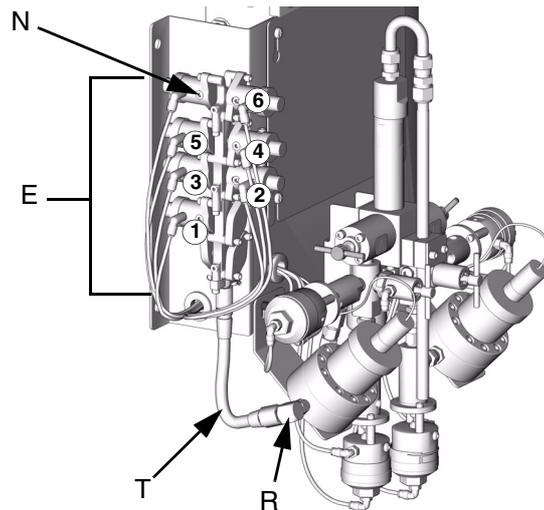

FIG. 7
1. Conecte también una línea de suministro de fluido a la válvula de cambio de color (N), marcada “DISOLVENTE CC”. FIG. 7.
2. Conecte las líneas de suministro del componente A a las entradas de la pila de válvulas de cambio de color (E). FIG. 7. El número del color está marcado en la línea de suministro de aire de la válvula.
3. Conecte una línea de suministro A (T) desde el colector de cambio de color a la entrada (R) del caudalímetro del componente A. FIG. 7.